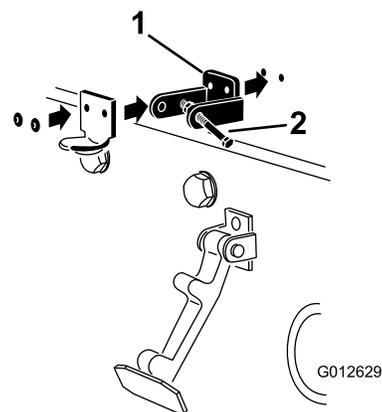

Рисунок 9
4. Совмещая монтажные отверстия, поместите стопорный кронштейн стандарта CE и кронштейн защелки капота на капот (Рисунок 9).
6. Приклепайте кронштейны и шайбы к капоту (Рисунок 9).